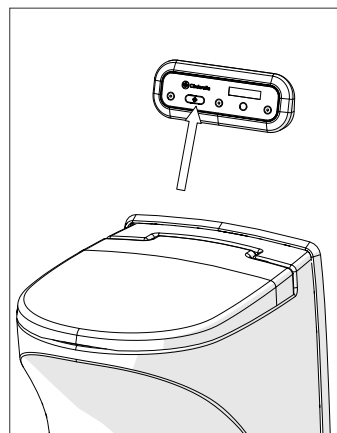

Ilustración 3
6. Presione el botón de inicio (ilustración 3). Cuando la trampilla se cierra, comienza la incineración. El inodoro vuelve a estar listo para una nueva visita. Tardará aproximadamente 3 minutos antes de que se encienda el quemador. El inodoro vuelve a estar listo para una nueva visita. Tardará aproximadamente 3 minutos antes de que se encienda el quemador.